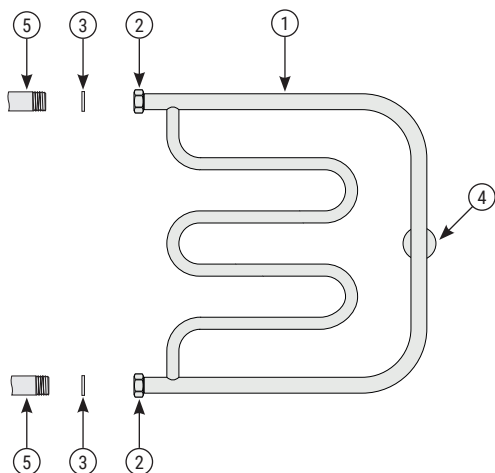

Рис.1
5.1. Сборку и установку изделия производить согласно схеме (рис. 1, 2).
5.8. Для герметизации резьбовых соединений производитель комплектует изделие прокладками собственного изготовления (п. 3.3 и рис. 1 «3»).